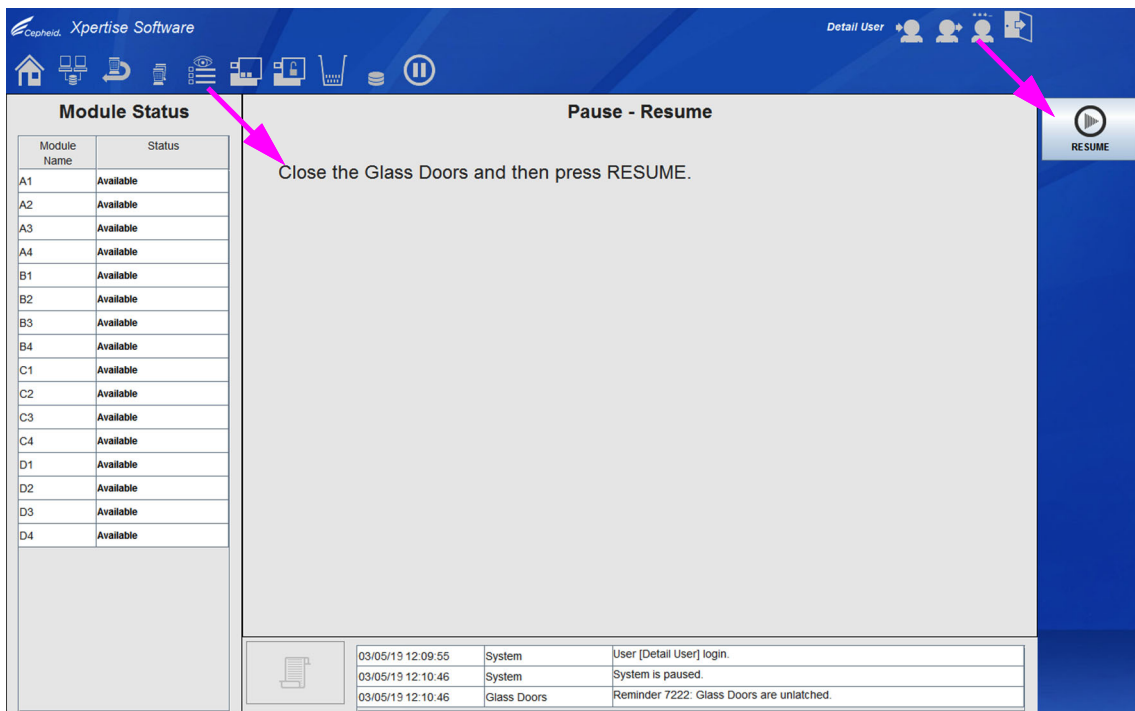

Figura 10-37. Área de trabalho Pause - Resume (Pausa - Prosseguir)
4. Depois de ter terminado de ajustar os cartuchos, selecione o botão **RESUME (PROSSEGUIR)**. A área de trabalho Pause - Resume (Pausa - Prosseguir) é apresentada. Ver Figura 10-37.
5. Na área de trabalho Pause - Resume (Pausa - Prosseguir), feche as portas de vidro e, em seguida, selecione o botão **RESUME (PROSSEGUIR)**. Ver Figura 10-37.